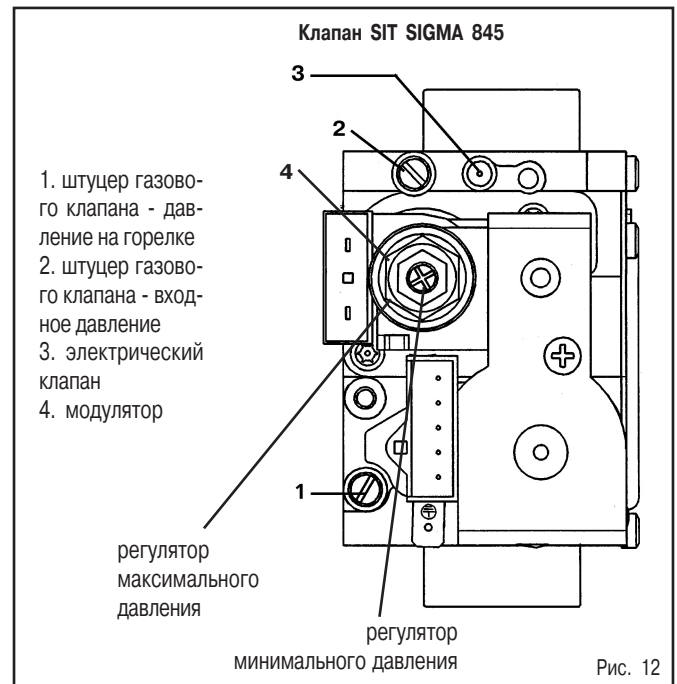

Рис. 12
- Открутить винт на штуцере 2 (рис. 12) и подсоединить к штуцеру 2 манометр.
- Проверить динамическое входное давление газа (штуцер 2, рис. 12). Номинальные давления: 20 мбар для природного газа, 30 мбар для бутана, 37 мбар для пропана.
- Открутить винт на штуцере 1 (рис. 12) и подсоединить к штуцеру 1 манометр.
- Проверить давление газа на горелке согласно таблице 1 для соответствующей модели котла и соответствующего типа газа. При необходимости снять крышку модулятора и поворачивать латунное кольцо (позиция 4, рис. 12) до достижения давления, указанного в таблице 1 для соответствующей модели котла и соответствующего типа газа.